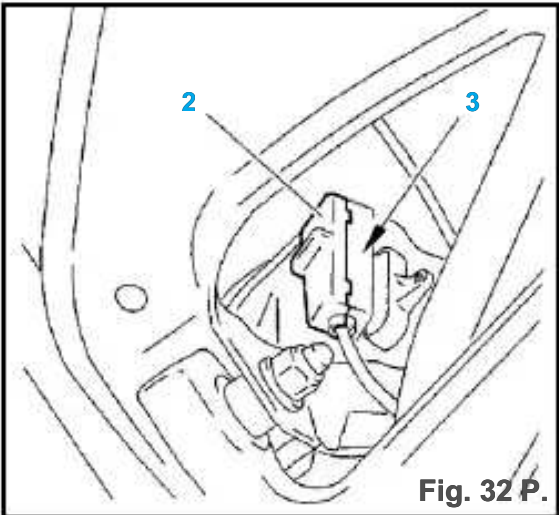

Fig. 32 P.
- Abra la tapa (2) (Fig. 32 Br).
- Desconectar el conector (3) Cabo tor rueda.